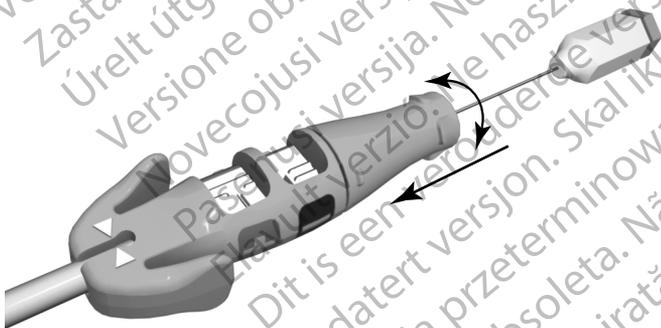

Abbildung 4. Eingerasteter Fixierknopf der Messkappe
1. Greifen Sie die Messkappe und den Steckerschuh. Zur Verbindung des Fixierknopfes mit dem Anschlussstift schieben Sie den Knopf auf den Körper der Messkappe zu, um die Lücke zu schließen. Drehen Sie den Fixierknopf im Uhrzeigersinn, um die Schraube herauszudrehen, und gegen den Uhrzeigersinn, um sie einzudrehen. Beobachten Sie, wie die Schraube ein- und ausgedreht wird (Abbildung 4 Eingerasteter Fixierknopf der Messkappe auf Seite 20).